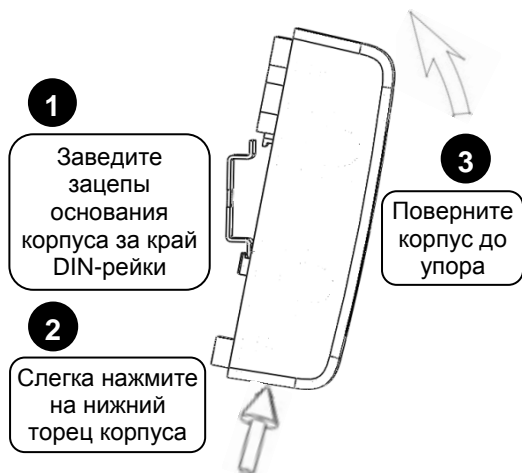

Рисунок 3. Крепление блока на DIN-рейку
3.2.1 Установите блок на DIN-рейку в порядке, указанном на рис. 3.